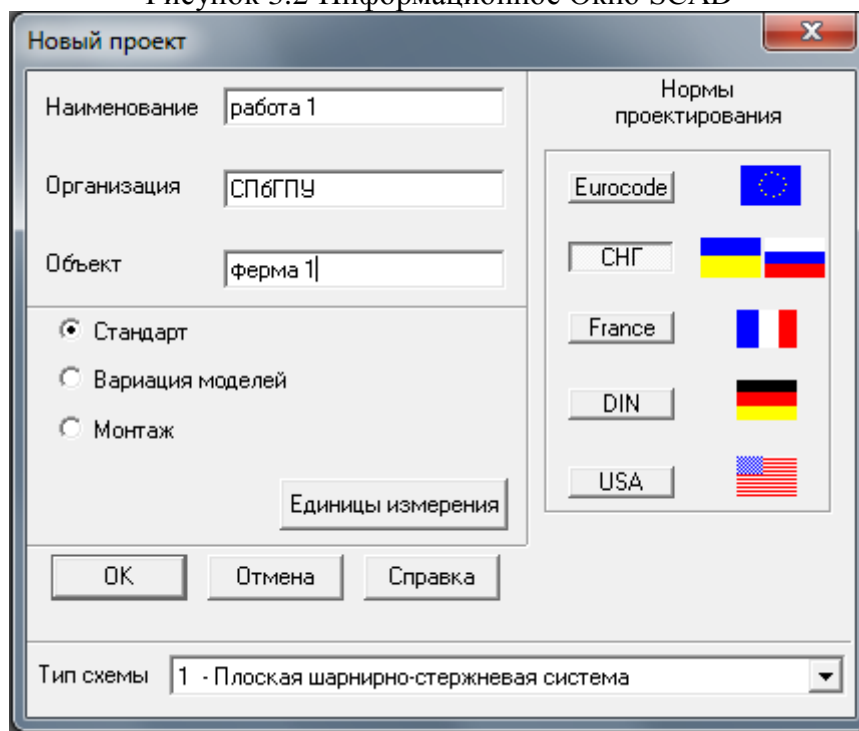

Рисунок 3.3- Диалоговое окно SCAD для создания нового проекта
2. Для создания нового проекта следует курсор установить на одноименной кнопке «Создать новый проект» инструментальной панели и нажать левую кнопку мыши. На экране появится диалоговое окно *Новый проект* (рис.3.3).